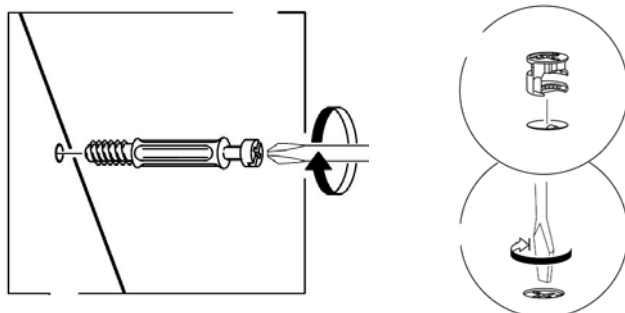

Рис. 1
1. В боковые стенки (76), (77), стенку заднюю (78) в имеющиеся отверстия установить эксцентрики таким образом, чтобы стрелка была повернута в сторону отверстия в торце. В установленные муфты эксцентриковых стяжек на крышке (79) вернуть дюбели DU 644, в соседние отверстия установить шканты (рис.1).
2. На боковые стенки (76), (77) установить направляющие ящиков шурупами 6,3x10,5мм. Первое отверстие на щите должно совпасть с третьим отверстием на направляющей.
3. Установить опоры на нижний щит (75) с помощью винтов М6x30 и саморезов 3,5x25. На нижние торцы опор наклеить фетровые подпятники.